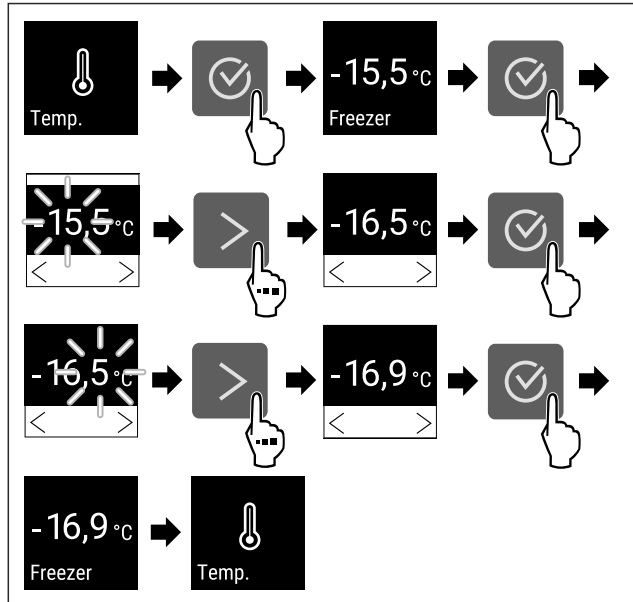

Fig. 65 Зміна температури від -15,5°C до -16,9°C
- ▶ Провести етапи операцій (див. Fig. 65).